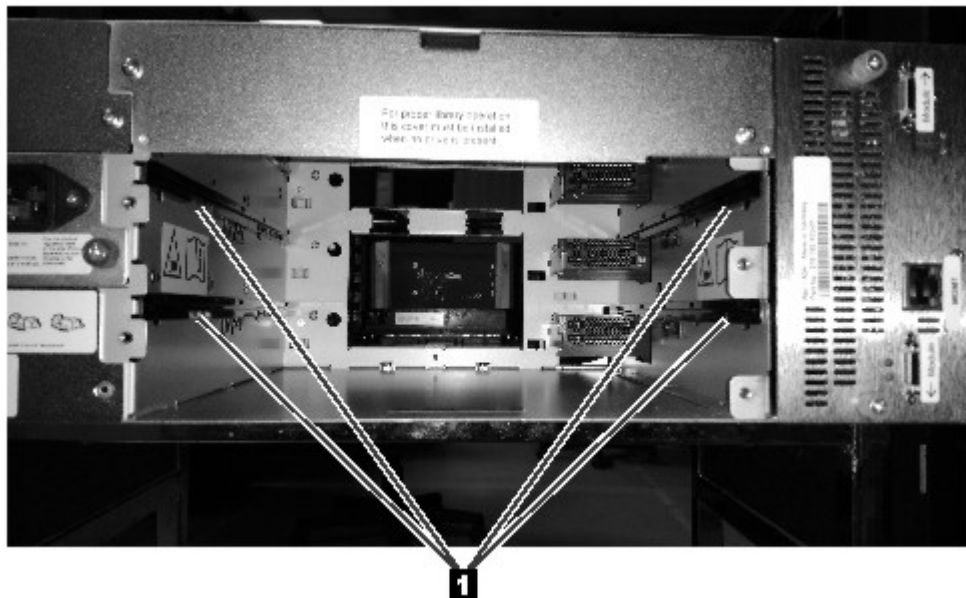

Figure 60. Rails d'alignement
- Alignez et insérez lentement la nouvelle unité de bande dans la baie d'unité sur les rails d'alignement (**1** dans la Figure 60) lorsque l'assemblage d'unité est pris en charge. L'unité de bande doit être alignée avec le panneau arrière de la bandothèque.